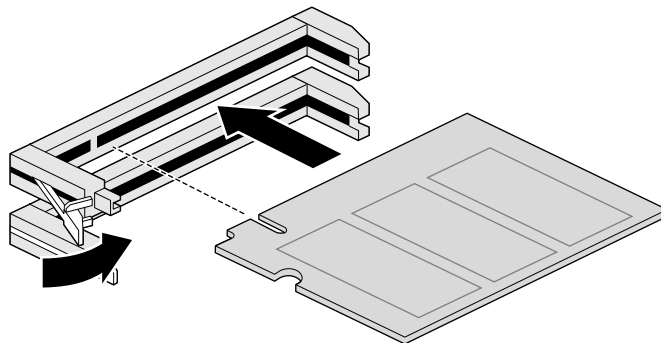

Abbildung 3-4 Installieren eines DIMM-Modules
- Drücken Sie das DIMM-Modul wie in Abbildung 3-4 behutsam in den Steckplatz, bis die Verriegelung einrastet. Wenn die Verriegelung nicht einrastet, können Sie diese mit der Hand nach oben drücken und so die Verriegelung und das DIMM-Modul fixieren.